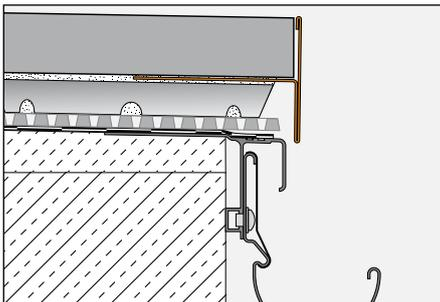

Figura 3
- 3.3 Si empleamos los anillos sobreelevados Schlüter®-TROBA-STELZ-MR (figura 3) el perfil Schlüter®-BARA-RT se inserta en los puntos de apoyo de mortero. El perfil vierteaguas cubre el borde libre del pavimento flotante. A continuación se colocan los pavimentos autoportantes sobre los anillos sobreelevados.